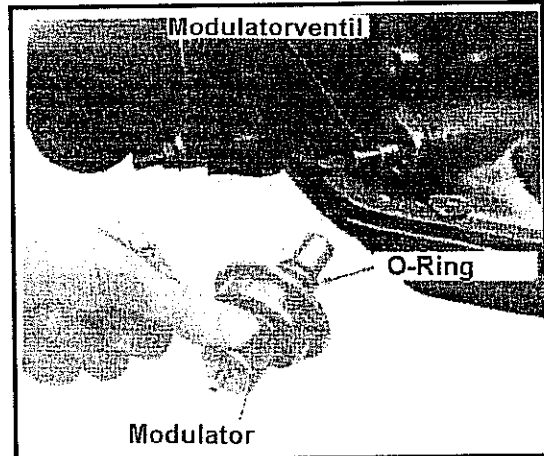

Abb. 10-162 Montage des Modulators für Unterdruck
- Das Modulatorventil und den Modulator für Unterdruck anbringen. Siehe Abb. 10-162. Den O-Ring vor der Montage schmieren, damit dieser beim Einbau nicht beschädigt wird. Die Klemmbefestigung anbringen und die Schraube auf 16 Nm anziehen.